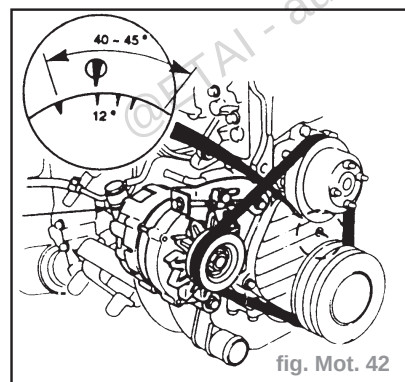

fig. Mot. 42
- Avec le piston numéro 1 au repère de PMH sur la poulie de vilebrequin, amener le vilebrequin à **40° - 45°** avant le PMH (fig. Mot. 42).